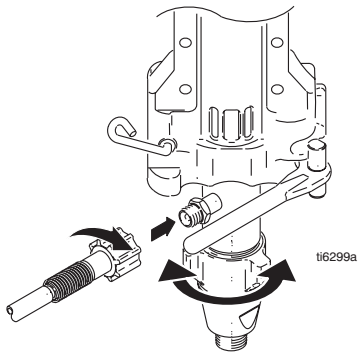

ABB. 26
4. ABB. 26. Pumpentür schließen und Federgriff in Position drehen. Nicht festziehen.
5. ABB. 26. Pumpe drehen, um sie mit dem Farbschlauch auszurichten. Farbschlauch anschließen und mit der Hand auf 7,9 Nm festziehen.